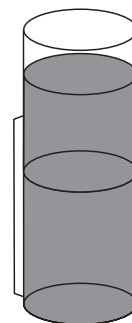

Fig. 2
- Filterwechsel vornehmen! (Fig. 2)
- the filter needs to be changed! (Fig. 2)
- Remplacer le filtre! (Fig. 2)
- filterwissel uitvoeren! (Fig. 2)